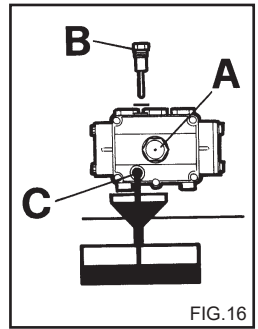

FIG.16
- 1) Skru aftappingsproppen, under pumpen, af (fig. 16 C).
- 2) Skru proppen af ved hjælp af oliepinden (fig. 16).